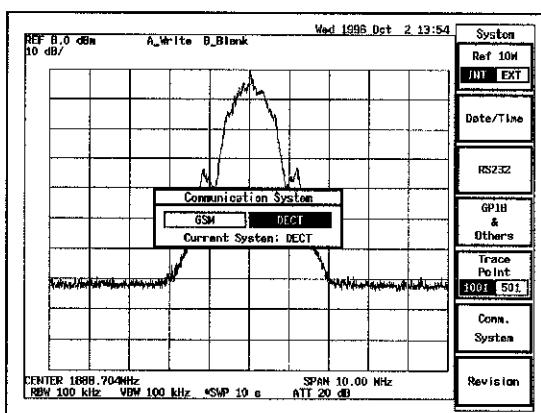

図 2-1 ダイアログ・ボックス
- (1) **LCL** [Comm. System] と押し、図 2-1 のダイアログ・ボックスを表示させます。